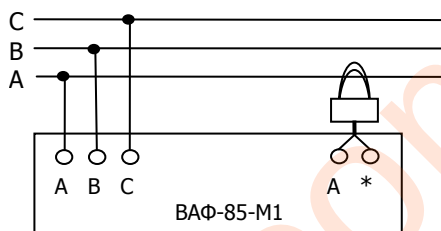

Рисунок 2 - Схема подключения прибора
6.5 Для измерения угла сдвига фаз по току предварительно установить совпадение "нуля" лимба с риской на планке, подключив прибор согласно схеме (рисунок 2), на каждом диапазоне измерений с клещевой приставкой.